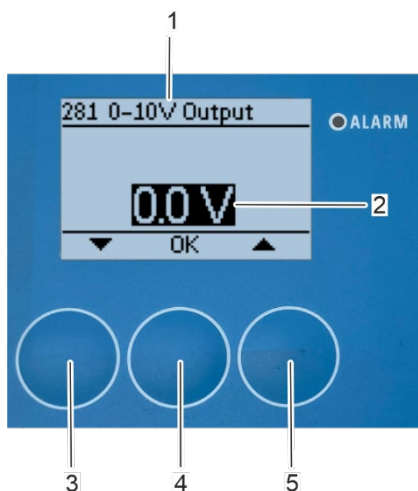

Abbildung 143: Einstellung des Spannungsausgangssignals zu 0 V.
⇒ Das Untermenü „281 0-10V Ausgänge“ erscheint auf dem Bildschirm (Abbildung 143/1).
6. Setzen Sie das Spannungssignal mit den Pfeiltasten [auf] (Abbildung 143/5) und [nach unten] (Abbildung 143/3) auf 0 V (Abbildung 143/2) zurück.
7. Bestätigen Sie die Auswahl mit [OK] (Abbildung 143/4).